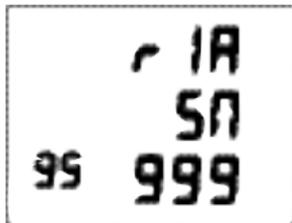

Fig. 42 - NÚMERO DE SERIE
- Si mantiene pulsado el botón S (lateral) durante 12 segundos desde la pantalla PRINCIPAL DE SUPERFICIE de los modos NORMAL (o PROFUNDÍMETRO), accederá a la pantalla NÚMERO DE SERIE de la máscara, en la que se mostrará lo siguiente (Fig. 42):